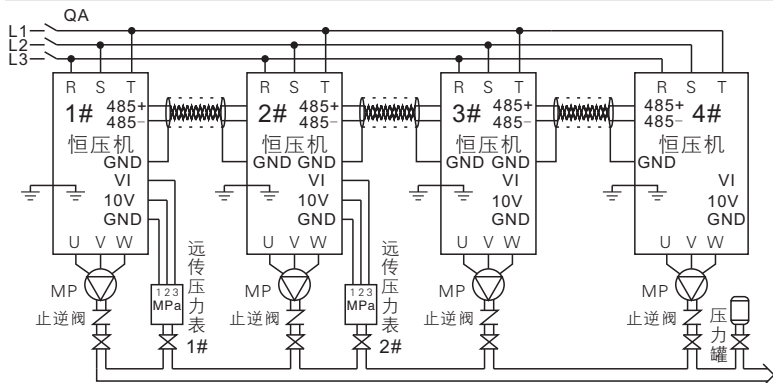
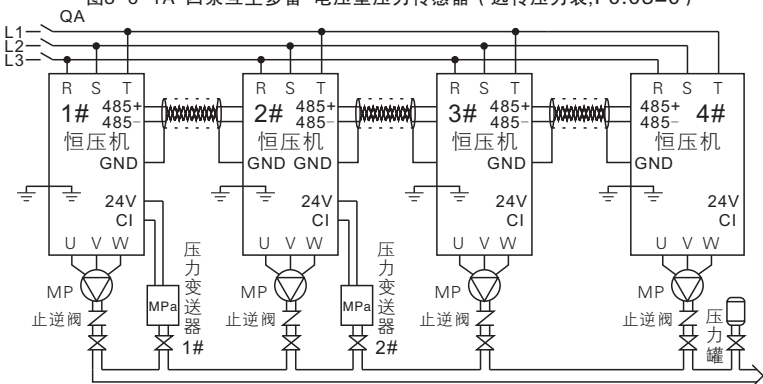

图3-6-1A 四泵互主多备-电压型压力传感器 (远传压力表, F0.03=0)
图3-6-1B 四泵互主多备-电流型压力传感器 (压力变送器, F0.03=1)
- ①先接主回路输入端 (三相: R、S、T, 单相: R、T) 输出端 (U、V、W到异步电机)
- ②再将压力传感器的信号线连接到智能恒压机, 连接电压型远传压力表参照图3-6-1A, 连接电流型压力变送器参照图3-6-1B。
- ③通信线连接, 用双绞屏蔽线将四台智能恒压机端子485+、485-同名端子对应连接。
- ① 供电后，将F0.00设置0为手动模式，按运行键查看水泵叶轮旋转方向是否正确，若方向反转，断电后将电机线任意两相对调即可。
- ② 首次启动，可使用手动模式给水泵、管道排气。
- ① 设置压力传感器最大量程F0.04（参见下表F0.04说明）。
- ② 在手动模式下启动查看恒压机上的反馈压力是否与实际压力一致，长按▲键或▼键增加或减少水泵转速观察反馈压力是否同时改变一致，若一致，说明压力传感器接线正确。（观察1#泵）
- ① 首次启动或遗忘参数时，恢复厂家参数（F0.28设置“1”确定）
- ② 按照3.6.3参数设置表逐项进行设置。F0.01~F0.04参数仅需在主机泵设置（双主机需要在1号、2号机分别设置参数）。